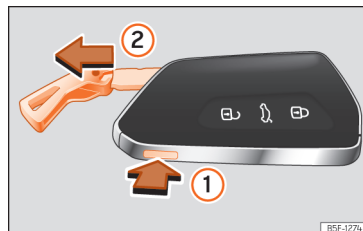

Abb. 68 Fahrzeugschlüssel: Schlüsselbart herausziehen.
- Drücken Sie die Taste » » (Abb. 68) ①, um die Öse als Schlüsselband freizugeben und den Schlüsselbart herauszuziehen ②. Durch leichten Druck auf die Öse wird diese als Schlüsselband freigegeben.
- Zum Entriegeln drücken Sie die Taste »» (Abb. 68) ①. Halten Sie die Taste ① gedrückt und ziehen Sie gleichzeitig die Öse in Pfeilrichtung »» (Abb. 68) ②, um den Schlüsselbart vollständig herauszuziehen.